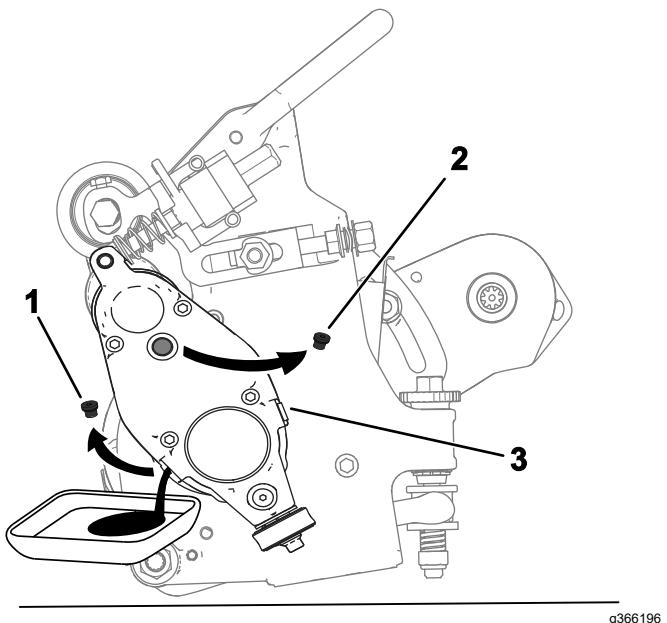

Figura 23
- 5. Incline a unidade de corte (como se mostra na Figura 23) até que a porta de drenagem fique na parte inferior para assegurar a drenagem completa.